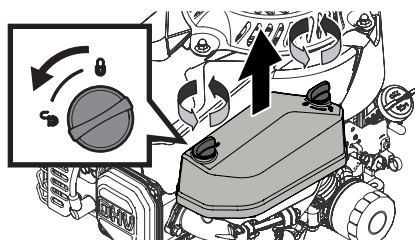

Figura 11
2. Retire la cubierta del depurador de aire (Figura 11).